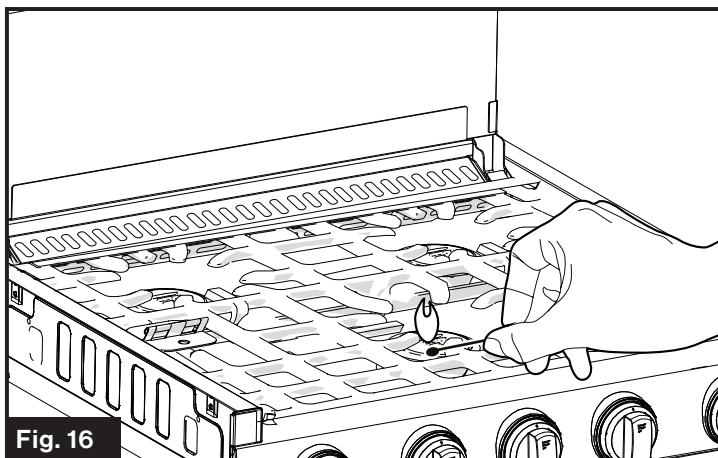

Fig. 16
2. Frappez et placez immédiatement une longue allumette en bois enflammée ou un briquet à gaz près du brûleur pour l'allumer. (Fig. 16)